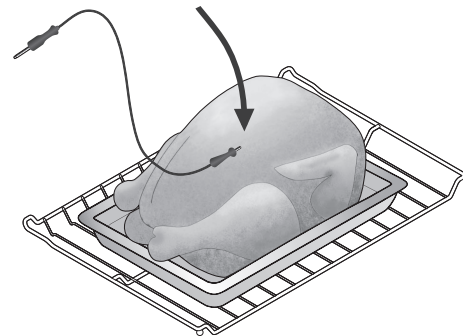

Figure 33 : Sonde insérée dans la partie la plus épaisse de la poitrine
- Pour une volaille ou une dinde, insérez la sonde dans la partie la plus épaisse de la poitrine (Figure 33).